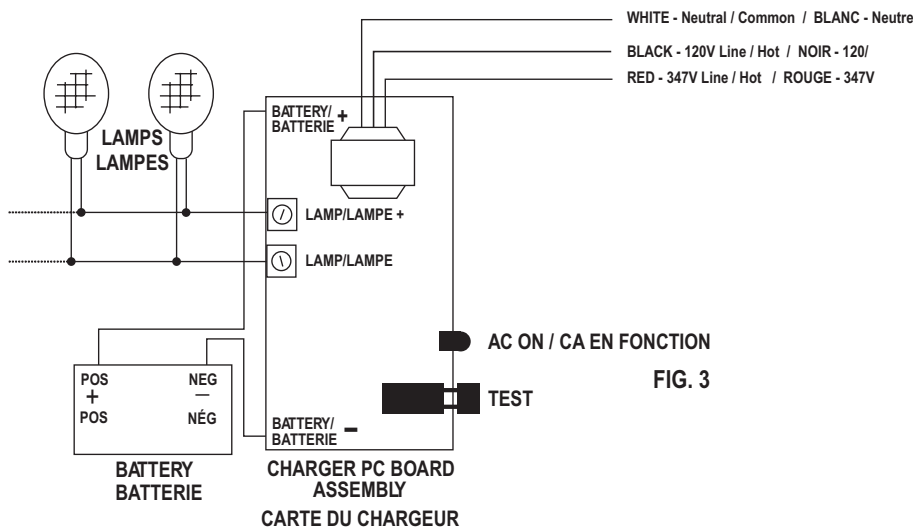

FIG. 3
3. Make proper wiring connections between the AC supply and the unit's transformer: RED - Line 347 Volts; BLACK - Line 120 Volts; WHITE - Neutral (Figure 3). Insulate unused wire! **CAUTION! - Failure to insulate unused wire may result in a shock hazard or unsafe condition as well as equipment failure.**
3. Effectuer les branchements appropriés entre la tension c.a. et le transformateur de l'unité: ROUGE - ligne de 347 volts; NOIR - ligne de 120 volts; BLANC - neutre, (figure 3). Isoler le fil non utilisé! **MISE EN GARDE! Négliger d'isoler le fil non utilisé peut causer des chocs électriques ou des conditions non sécuritaires ainsi qu'une panne de l'équipement.**
EN lead to Positive battery terminal and Negative lead to Negative battery terminal. The lamps should then turn off and the charge indicator should light when AC power is applied (Figure 3).
La batterie peut être branchée avec la polarité inversée. Vérifier les connexions. Brancher le fil positif à la borne positive de la batterie et le fil négatif à la borne négative de la batterie. Les lampes devraient s'éteindre et la lampe témoin de charge devrait s'allumer lorsque l'appareil est mis sous tension (figure 3).